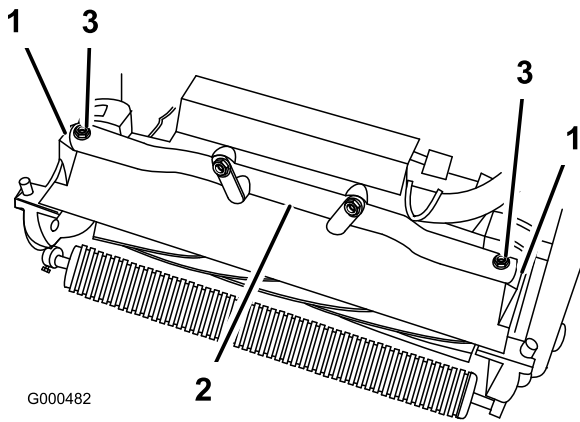

Bild 45
4. Nehmen Sie die (2) Schrauben ab, mit denen die Gelenkkarme des Mähwerks am Rahmenrohr der Zugmaschine befestigt sind (Bild 45).
5. Drehen Sie die Gelenkarme nach vorne (Bild 45) und stellen Sie die Zugmaschine auf dem gesicherten Ständer ab.